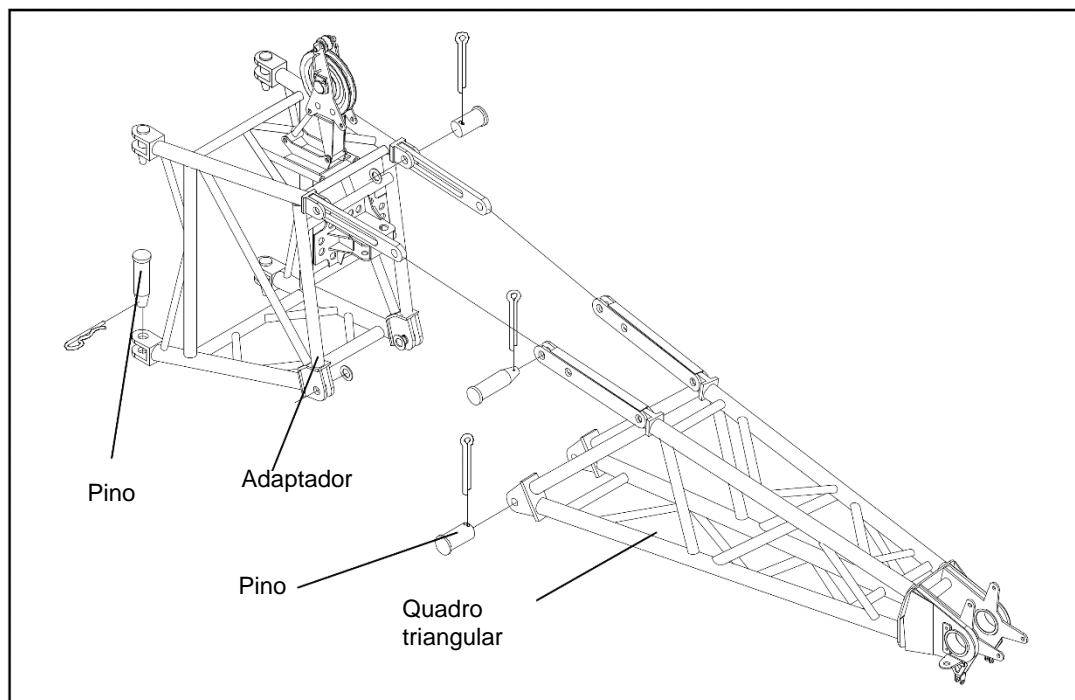

Figura 5-20 Montagem da lança de extremidade
- Alinhe a extremidade do adaptador com os pontos de conexão na extremidade do quadro do triângulo. Instale os pinos e grampos de retenção. Consulte a figura 5-20.